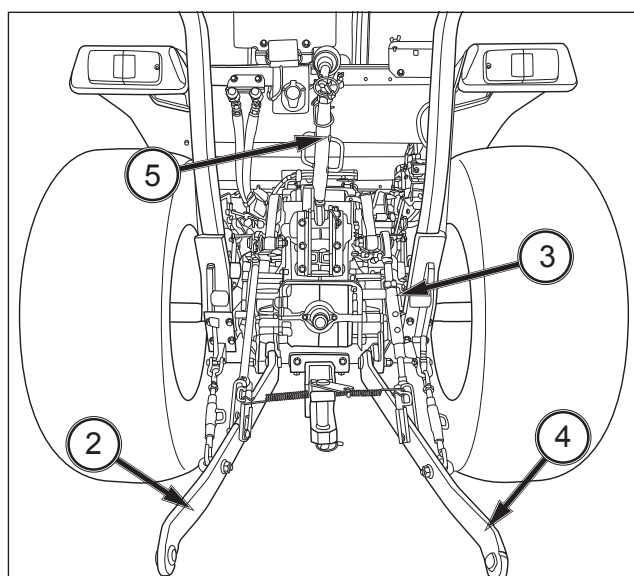

FIG. 81
FIG. 81 : faites glisser l'extrémité sphérique du bras inférieur gauche (2) sur la goupille de l'équipement et fixez avec une cheville. Ajustez la hauteur du bras inférieur droit à l'aide du tendeur (3). Attachez et fixez le bras inférieur droit (4) sur l'équipement avec une cheville. Attachez le bras supérieur (5) en haut du châssis d'attelage de l'équipement en utilisant la goupille fournie avec le tracteur. Faites tourner le manchon central du bras supérieur pour l'allonger ou le raccourcir et réglez le niveau de l'équipement de l'avant vers l'arrière. Une fois l'équipement attaché, vous pouvez régler sa hauteur de fonctionnement en utilisant les tendeurs des tiges de levage et des bras supérieurs. Vérifiez que tous les réglages sont bien serrés ou fixés.